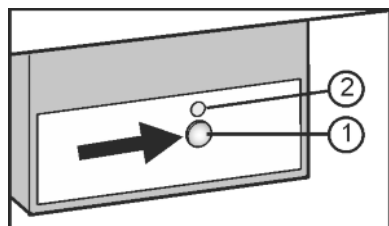

Fig. 18
- ▶ Pritisnite tipko On/Off Fig. 18 (1), da LED Fig. 18 (2) sveti.